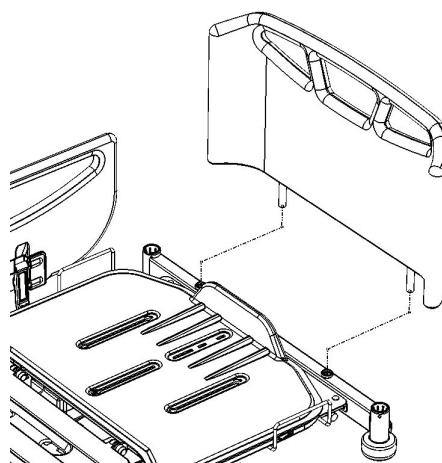

图 17 – 移除或放回床尾板
2. 抓住把手并将床尾板一直抬起，然后从本产品上取下（图 17）。
2. 将床尾板支柱与本产品的足端处的塑料套管对齐（图 17）。
3. 往下放床尾板直至进入塑料套管中（图 17）。